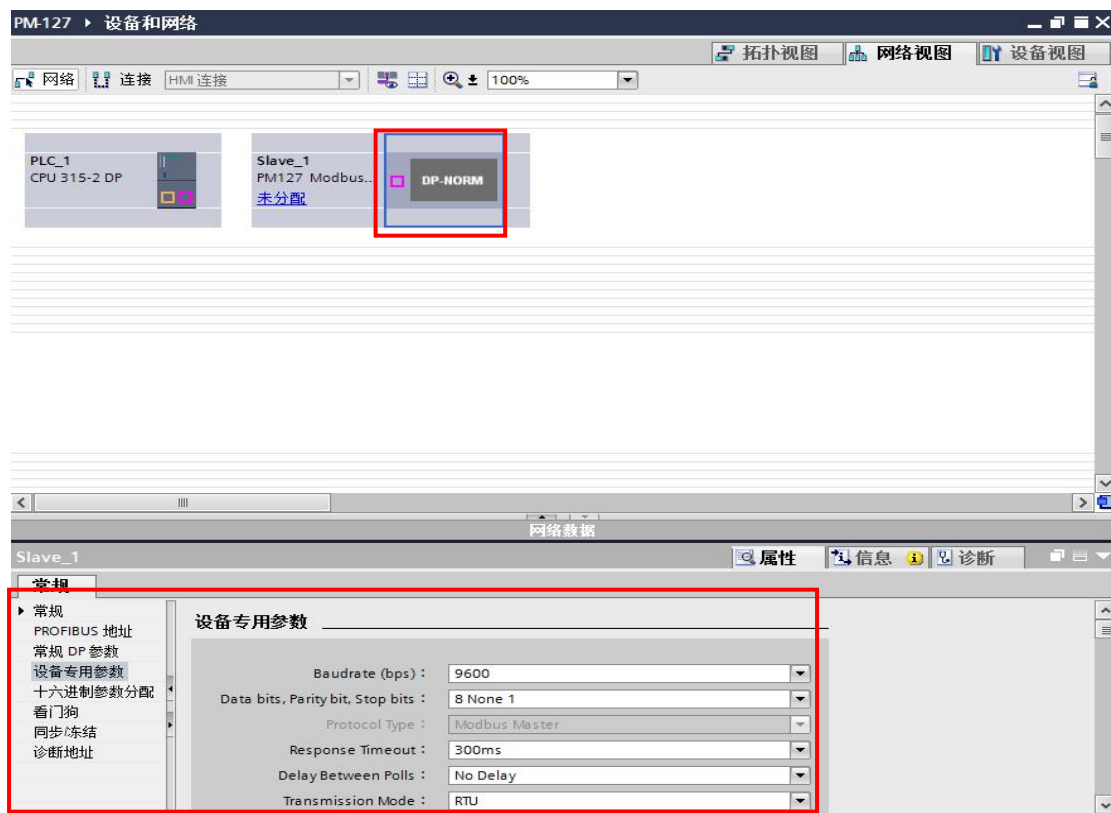

图 20 网关 Modbus 端设置参数信息
3.6 以DTCA-1V01 的串口端做 Modbus 主站为例,点击从站中 DP NORM 部分可在窗口下方对DTCA-1V01 进行配置,设置 PROFIBUS DP 从站地址、常规 DP 地址、设备专用参数等数据,如图 20 所示;